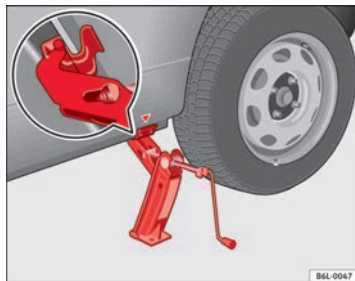

Abb. 139 Wagenheber
- Richten Sie den Wagenheber so aus, dass seine Klauene den Steg des Unterholms umfasst und die bewegliche Grundplatte plan auf dem Boden aufliegt ⇒ Abb. 139.